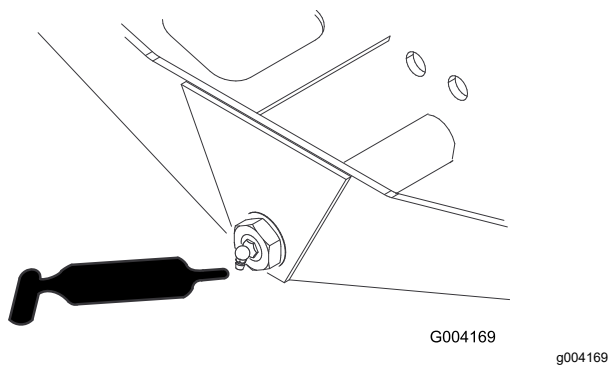

Figura 68
- Perno sterzante del ponte (1)–Figura 68